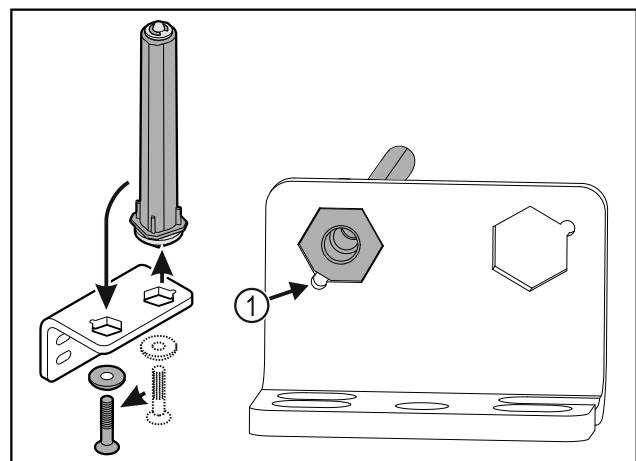

Fig. 39
- ▶ Darauf achten, dass beim Einsetzen die Bolzenabschrägung Fig. 39 (1) zum runden Loch zeigt.